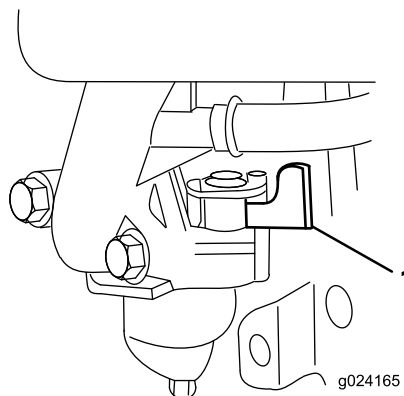

Figure 15
2. Ouvrez le robinet d'arrivée de carburant en tournant le levier vers la **droite** (Figure 15).
Remarque: Fermez le robinet d'arrivée de carburant en tournant le levier (Figure 15) vers la **gauche** si vous ne prévoyez pas de démarrer le moteur tout de suite après.